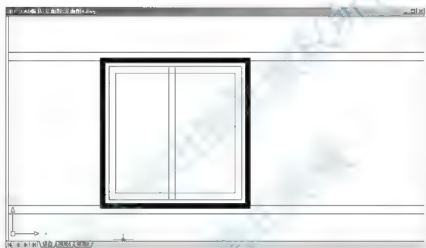

图 4.14 向左偏移中间线
(5) 用【偏移】命令将上面绘制的中间线向左偏移 80mm，结果如图 4.14 所示。